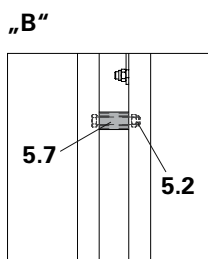

Fig. A3.06a
- Puntellare temporaneamente i correnti verticali (5).
- Rimuovere la vite del distanziatore (5.2) del corrente verticale. (Fig. A3.06a)